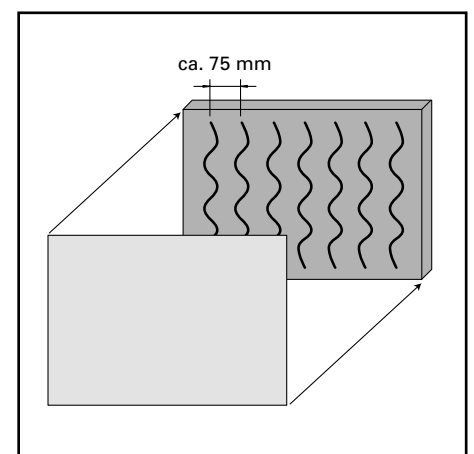

Abb. 9 / Fig. 9 / Fig. 9
**Panel aus Promatect H mit Alu- oder Stahlblech (Abb. 9)**
**Panneaux en Promatect H avec tôle en aluminium ou en acier (fig. 9)**
**Promatect H panel with aluminium or metal sheet (fig. 9)**